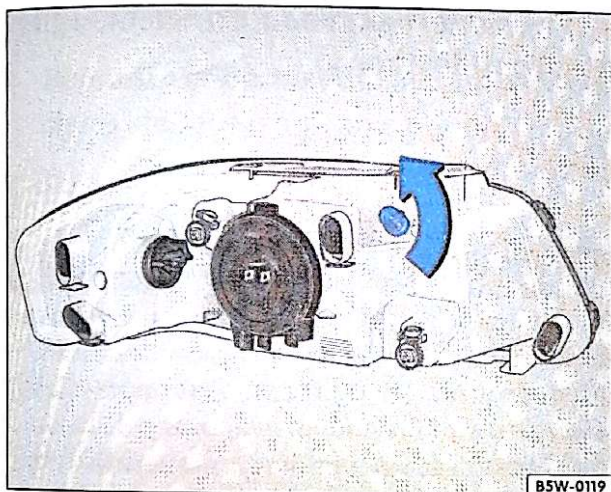

Fig. 131 Localização da lâmpada da lanterna dianteira (luz de posição)
- Retire o soquete ⇒ fig. 131, girando-o no sentido anti-horário -seta-.
- Gire o soquete ⇒ fig. 131 no sentido horário.